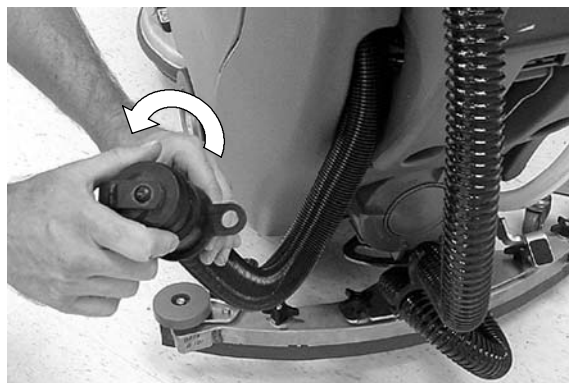

РИС. 26
1. Снимите крышку шланга слива бака утилизации, повернув ее против часовой стрелки, и слейте содержимое бака (Рисунок 26).